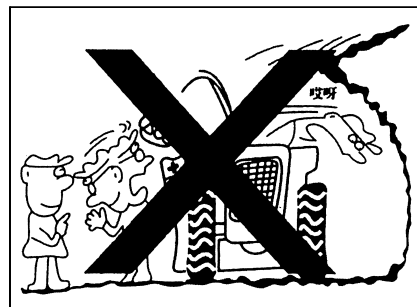

Рис. 1-77
- Когда работа проводится на местах с возможностью обрушения, например на крае дороги или на склоне, необходимо принять меры по обеспечению безопасности, назначить специального лица и подчиниться его приказам (рис. 1-77).